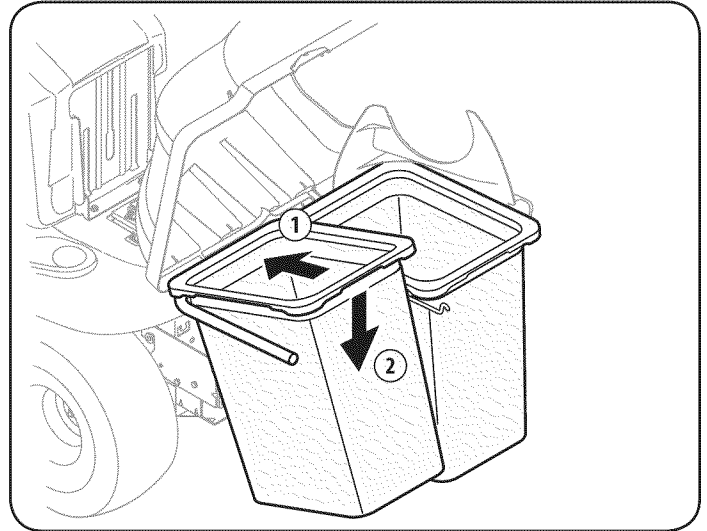

Figure 42
7. Instale ambas bolsas de hierba en el conjunto de soporte de bolsa insertando el borde delantero en primera (1), como se ve en la Figure 42, y bajar el borde posterior (2) hasta que encaje en la Asamblea.